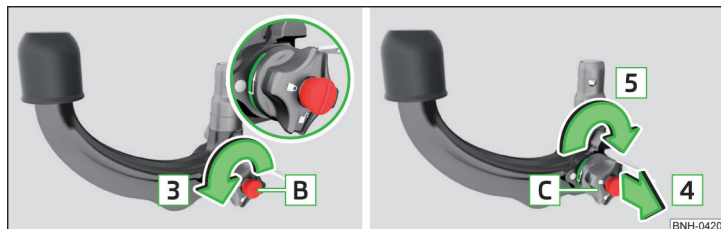

Abb. 123 Bereitschaftsstellung einstellen
- Den Schlüssel **B** bis zum Anschlag in Pfeilrichtung **3** drehen, sodass der Pfeil am Schlüssel zum Symbol **♠** **» Abb. 123** zeigt.